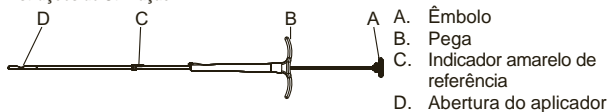

Figura 1 – Marcador do local de biópsia
- Mantenha o alinhamento correcto do indicador amarelo de referência (C na Figura 1) com a seta branca da sonda de biópsia ao distribuir os grânulos.